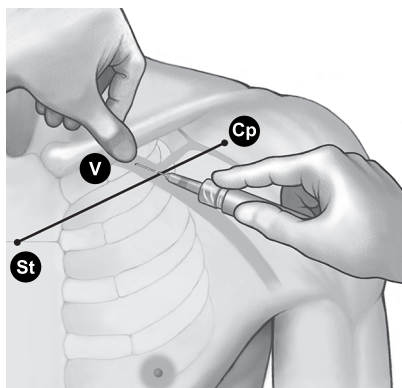

Figure 8. Emplacement du pouce et point d'entrée de l'aiguille
4. Appuyer le pouce contre l'index et déborder de 1 à 2 centimètres sous la clavicle pour protéger le muscle sous-clavier de l'aiguille (en cas d'hypertrophie manifeste du muscle pectoral, le pouce doit se projeter à environ 2 centimètres au-dessous de la clavicle car le muscle sous-clavier est sûrement lui aussi hypertrophié) (Figure 8 Emplacement du pouce et point d'entrée de l'aiguille en page 20).